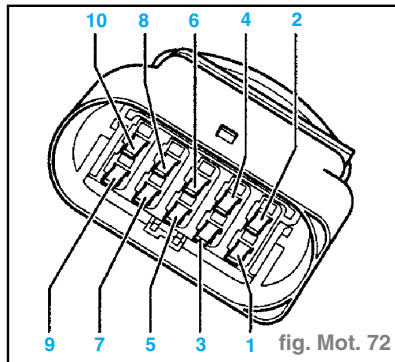

fig. Mot. 72
- Mesurer la résistance entre les contacts 4 + 7 de la fiche (fig. Mot. 72).
- Mesurer la résistance entre les contacts 1 + 2 et 2 + 3 de la fiche (fig. Mot. 72).
- Mesurer la résistance entre les contacts 5 + 6 de la (fig. Mot. 72).